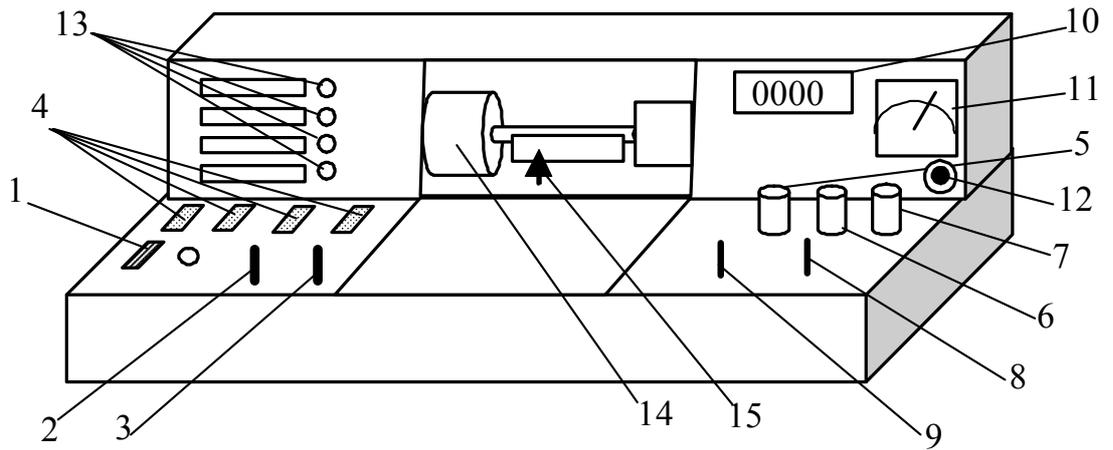
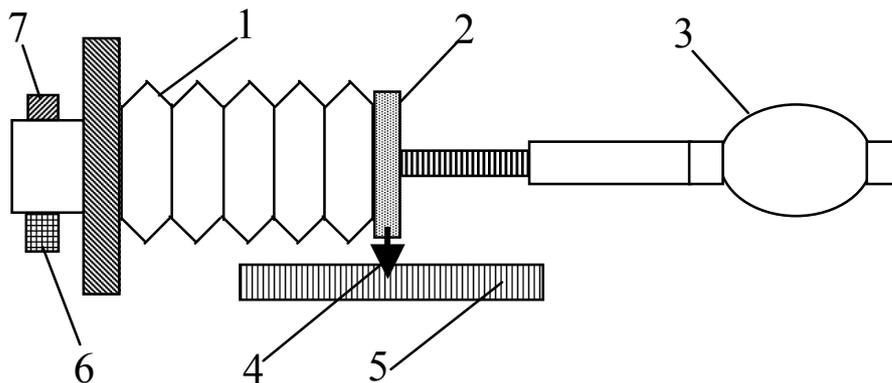

Рисунок 4.1 – Внешний вид лабораторной установки.
Рисунок 4.2 – Схема рабочего узла, используемого для проведения термодинамического процесса.
Установка для проведения экспериментов представляет собой настольный блок, внешний вид которого схематически представлен на рис. 4.1. На горизонтальной панели расположены органы управления, на вертикальной – контрольно-измерительные приборы. К органам управления относятся: выключатель 1 «Сеть»; рукоятки 2, 3 «Давление», «Реверс» управления электроприводом; кнопки 4 выбора лабораторной работы, рукоятки 5 «Накал лампы», 6 «Напряжение анода», 7 «Нагрев нити» (в данной работе не используются); переключатели 8, 9 режимов работы измерительных приборов 10, 11. В настоящей работе сигнал с датчика давления поступает на стрелочный 11 прибор (РА2). В табличке под прибором указан коэффициент, на который следует умножать показания прибора. Под прибором расположена рукоятка 12, служащая для установки нуля прибора РА2 в нулевом положении толкателя. Лампочки 13 служат для индикации выбранной лабораторной работы. На задней стенке блока в левой средней части расположена кнопка клапана, служащего для выравнивания давления внутри сосуда с атмосферным давлением. Рабочий узел 14 установки, включающий в себя сосуд переменного объема и электропривод, размещен под оргстеклом в средней части установки. Указатель 15, расположенный перед линейкой с миллиметровыми делениями, позволяет судить об изменении длины горизонтально расположенного гофрированного сосуда, а следовательно, об изменении его объема. Схема рабочего узла, предназначенного для проведения эксперимента, приведена на рис. 4.2. Рабочим телом, участвующим в термодинамическом процессе, является воздух, заключенный в гофрированный пластмассовый сосуд 1, сжимаемый толкателем 2, присоединенным к электроприводу 3. Изменение
- 5.1 Убедиться, что все органы управления находятся в исходном состоянии: выключатель 1 и кнопки 4 (Рис. 4.1) выключены.
- 5.4 Убедиться, что указатель 15 (Рис. 4.1) находится в нулевом положении. Если это не так, то следует установить указатель в нулевое положение, манипулируя рукоятками 2 «Давление» и 3 «Реверс» (Рис. 4.1). Нажать кнопку клапана на задней стенке установки и убедиться, что гофрированный сосуд 1 (Рис. 4.2) полностью восстановил исходную форму. Установить стрелку прибора 11 РА2 на ноль рукояткой 12 (Рис. 4.1). Сделать необходимые записи в табл. 7.1.
- 6.5 Включить питание лабораторной установки кнопкой 1 «Сеть» (Рис. 4.1). При этом загорится сигнальная лампочка, расположенная рядом с кнопкой 1. Одной из кнопок 4 включить работу «Изучение термодинамических процессов», после чего загорится одна из сигнальных лампочек 13, и в окне стенда «Давление» появится значение величины сигнала, снимаемого с датчика давления. Проконтролировать, что включен режим «Изотермический», о чем свидетельствует надпись в соответствующем окне стенда на экране. Если это
6.6 Убедиться, что указатель 15 (Рис. 4.1) находится в нулевом положении. Если это не так, то следует установить указатель в нулевое положение, манипулируя рукоятками 2 «Давление» и 3 «Реверс». Нажать кнопку клапана на задней стенке установки и убедиться, что гофрированный сосуд 1 (Рис. 4.2) полностью восстановил исходную форму.
6.9 Осуществить изотермическое сжатие, передвинув толкатель на 5 мм с помощью рукоятки 2 «Давление» (Рис. 4.1). Передвижение можно осуществлять короткими нажатиями на рукоятку 2 «Давление». Выждать 1 – 2 минуты, и вновь нажать мышкой клавишу «Зафиксировать», внести в окно «Расстояние» смещение толкателя от крайнего положения и опять нажать клавишу «Добавить результат».
6.14 Вернуть толкатель в нулевое положение рукояткой 3 «Реверс» (Рис. 4.1), уравновесить давления клапаном. Выждать 1 – 2 минуты. Нажатием клавиши «Установка нуля» свести показание в окне «Давление» к минимально возможному.